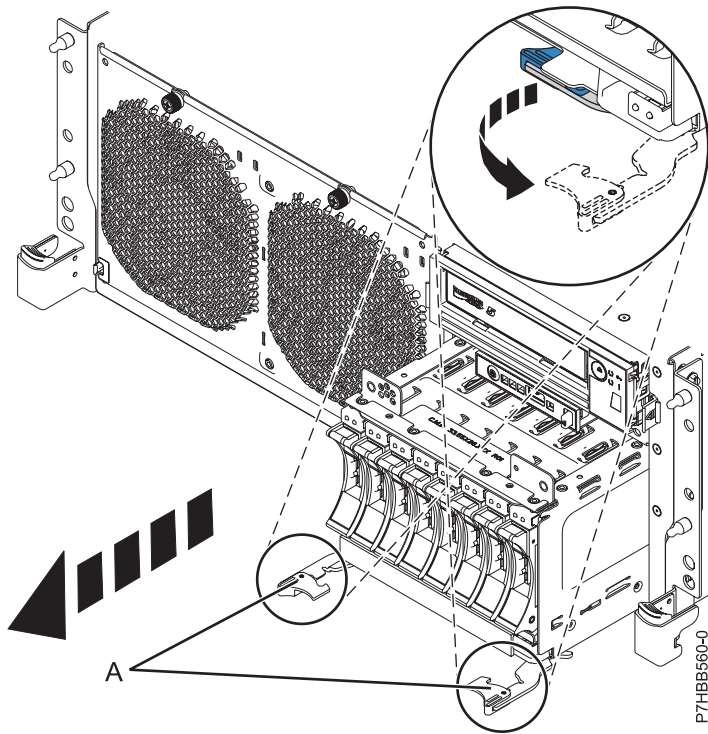
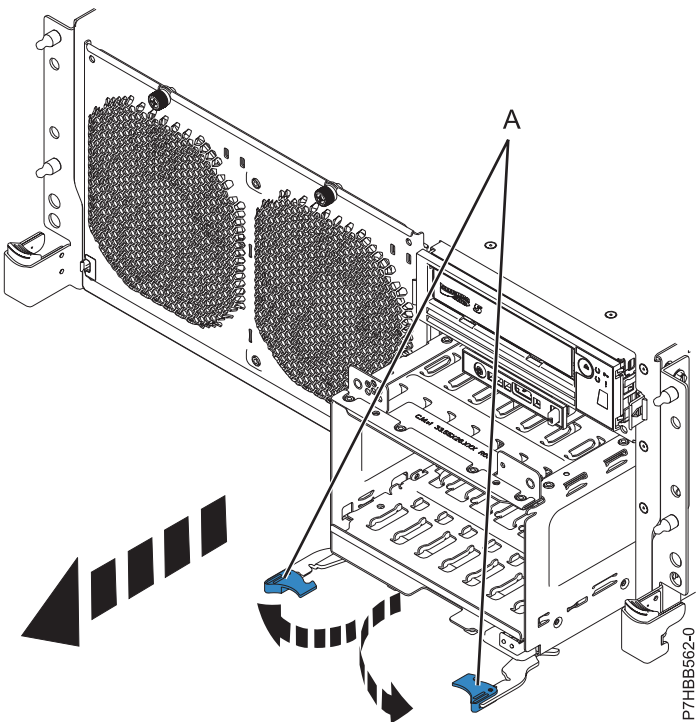

Abbildung 5. Rückwandplatine, die mit Plattenlaufwerken gefüllt ist, ausbauen
Abbildung 6. Rückwandplatine, die nicht mit Plattenlaufwerken gefüllt ist, ausbauen
15. Entriegeln Sie die Plattenlaufwerk-Rückwandplatine, indem Sie die Griffe **(A)** von der Mitte der Rückwandplatine wegziehen (siehe Abb. 5 auf Seite 8 und Abb. 6 auf Seite 8).